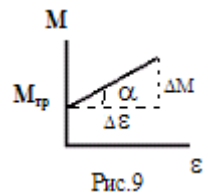

Рис.9
Это уравнение позволяет найти момент инерции крестовины I динамическим методом, измерив величины ε и M . Для более точного определения величины I в опыте получают зависимость $M = f(\varepsilon)$, линейный характер которой (при $M_{mp} = \text{const}$, рис. 9) позволяет рассчитать среднее значение I
по угловому коэффициенту опытной прямой (рис.9): из $M = M_{тр} + I\varepsilon \Rightarrow I = \Delta M / \Delta \varepsilon$.
Задание 1. 1) Вычислите значения ε и M в каждом опыте по формулам (1) и (2). 2) Изобразите графически связь между моментом силы M угловым ускорением ε , нанеся точки на график. 3) По графику определите среднее значение момента инерции маятника $I = \Delta M/\Delta \varepsilon$ (аналогично рисунку 9). 4) По графику определите момент сил трения ($M=M_{Tp}$ при $\varepsilon=0$, рис.9). Внимание: если график проходит через начало координат можно принять $M_{Tp}=0$.